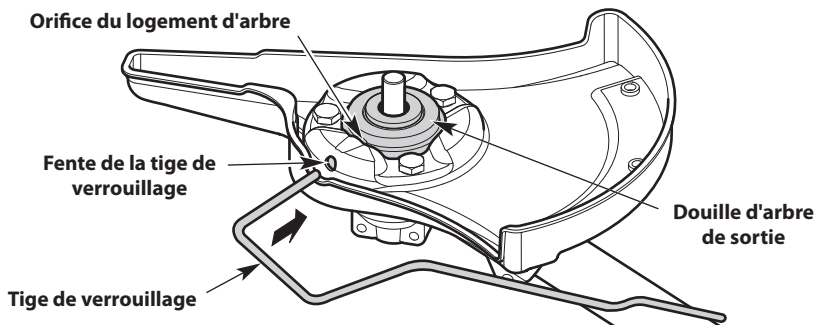
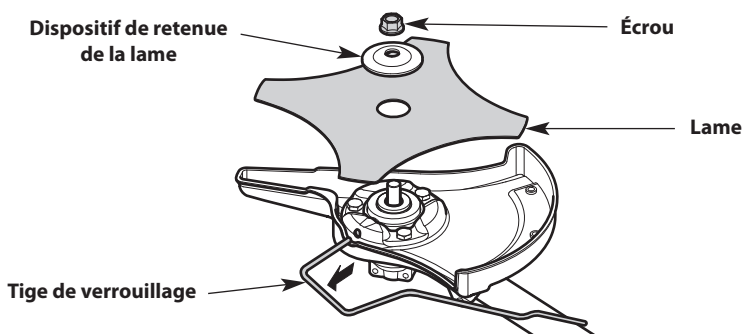

Fig. 14
Fig. 16
1. Faites tourner la lame (Fig. 16) jusqu'à ce que l'ouverture de la bague d'arbre soit alignée avec la fente de la tige de verrouillage (Fig. 14).
2. Insérez la tige de verrouillage à travers la fente et l'ouverture de la bague d'arbre (Fig. 14).
5. Enlevez la tige de verrouillage (Fig. 16).
6. Retirez la lame et le dispositif de retenue de la lame (Fig. 16).
1. Faites tourner la bague de l'arbre de sortie jusqu'à ce que l'ouverture de la bague d'arbre soit alignée avec la fente de la tige de verrouillage (Fig. 14).